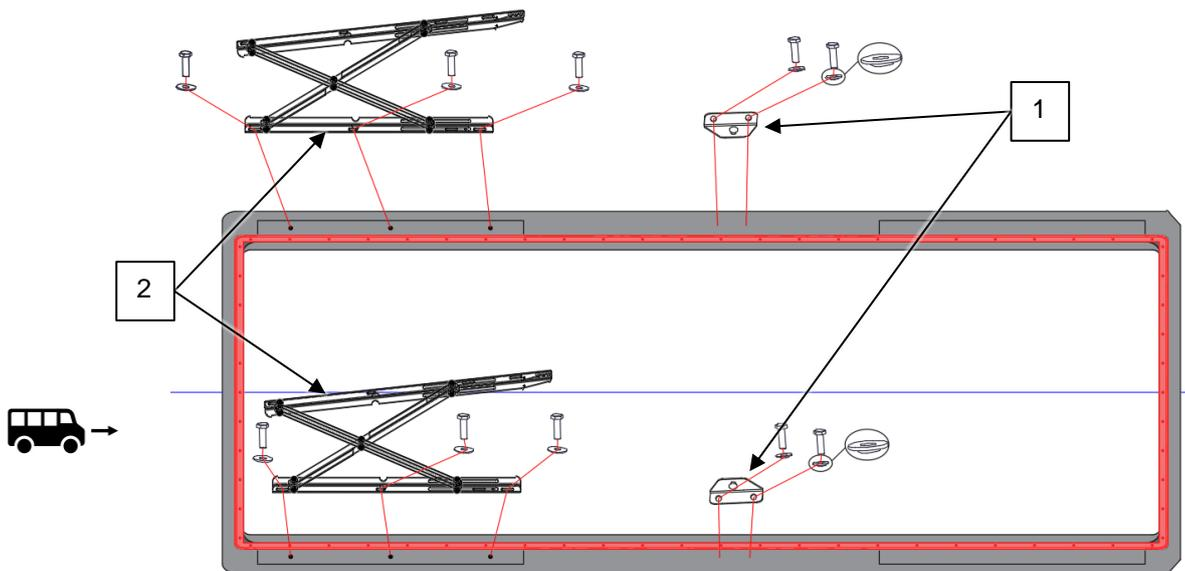

Abb. 5-1: Montage der Mechanik [A0004005]
- Dämpferhalter mit dem Kugelkopf nach außen auf dem GFK-Rahmen anschrauben (s. Abb. 5-1, 1).
- Die Mechanik (2) zuerst nur leicht verschrauben und die Dachschale ausrichten.